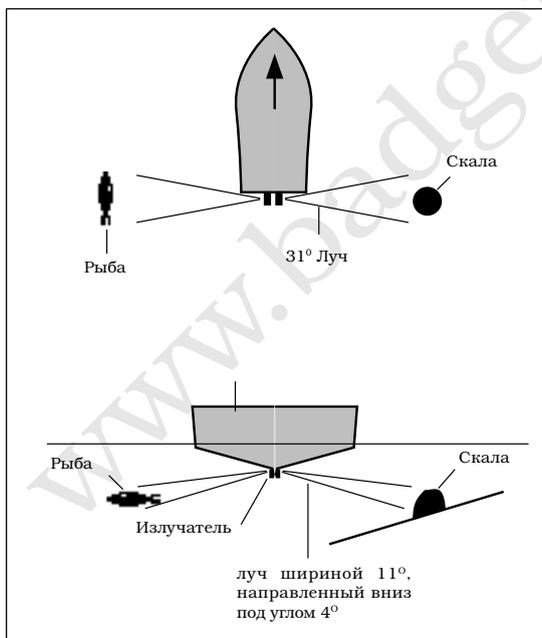

Рис. 3-10
Страница Бокового обзора “Sidelooker, как и основная страница Эхолота, рисует условные картинки или символы. По мере получения новой информации от зондирующих лучей. Изображение сдвигается от верхнего обреза экрана к нижнему обрезу. Экран разделен по середине вертикальной линией, изображающей направление движения судна. Поскольку излучатель “Sidelooker” посылает 2 зондирующих боковых луча, каждая из половин экрана будет изображать данные, полученные от отдельного бокового луча, как это показано на рис. 3-10.
Максимальное расстояние, на котором эхолот будет способен улавливать информацию. Помните, что угол наклона посылаемого луча очень мал, поэтому на самом деле измеряется дальность распространения луча, а не его проекция. Пояснения видны из рис. 3-10. Единицы измерения расстояния выбираются из меню Системных Настроек (System Setup) для измерения глубины. Если выбраны футы (Ft) или фатомы (Fa), то и дальность будет обозначаться в футах. Если выбраны метры (M), то и все измерения расстояния будут в метрах.
Появление символа рыбы означает, что эхолот обнаружил рыбу. В общем случае, чем больше рыба, тем больше символ на экране. Цифра, появляющаяся около символа рыбы, показывает расстояние до неё. Напоминаем, что расстояние до рыбы указывается по длине луча, а не по боковой проекции этого луча, как это показано на рис. 3-10. Единицы измерения расстояния выбираются из меню Системных Настроек (System Setup) для измерения глубины. Если выбраны футы (Ft) или фатомы (Fa), то и дальность будет обозначаться в футах. Если выбраны метры (M), то и все измерения расстояния будут в метрах.